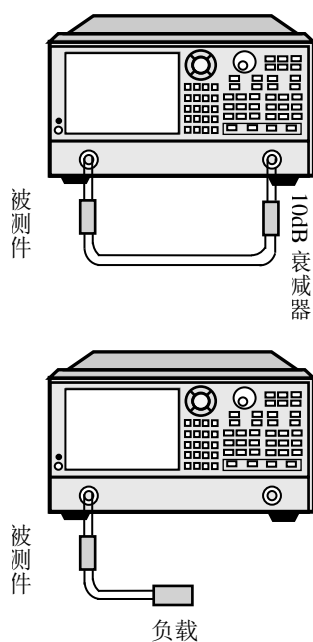

图 8.10 阻抗测量连接
- 3) 如上图8.10连接器件，进行 S_{11} 或 S_{22} 测量。